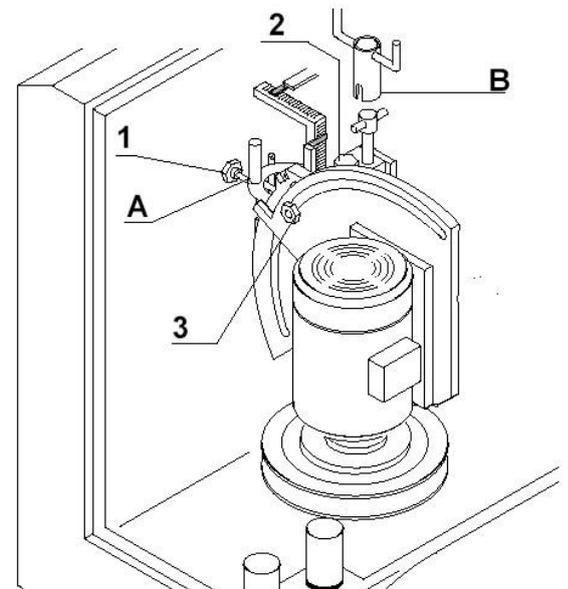

Fig. 16
2. Le réglage de l'axe horizontal se passe par le volant (Fig. 16/A). La rotation est réduite 7:1 pour permettre un réglage facile et précis.
3. Pour bloquer le glissement horizontal, serrer la poignée dans le fourreau de la glissière (Fig. 16/1).
4. Pour régler l'axe vertical, utiliser la clef en tube amovible spéciale (Fig. 16/B).
Le réglage vertical est directe et le blocage se passe en serrant la poignée dans le fourreau de la glissière (Fig. 16/2).
**Le mandrin prend la position de travail comme calibre ou goutte-d'eau en dévissant le boulon 3 de Fig. 16 et en le tournant manuellement dans la position de travail désirée. L'inclinaison du mandrin peut prendre toutes les positions comprises entre 0° et 90°**